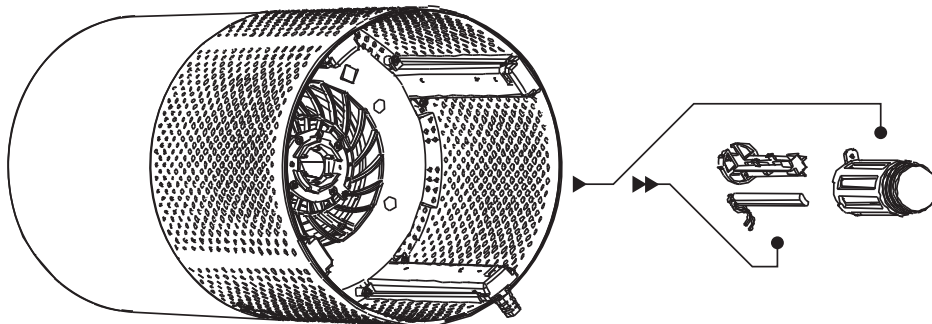

рис. 3
2. Встроенный фильтр (7) можно периодически очищать от пыли влажной салфеткой, особенно со стороны фильтра предварительной очистки (снаружи). Вы также можете аккуратно пропылесосить фильтр на небольшой мощности всасывания, используя щетку с мягкой щетиной. Не погружайте фильтр в воду и не разбирайте его. Если очиститель сигнализирует о необходимости замены фильтра свечением индикатора, замените фильтр на новый (см. : ОПИСАНИЕ СБОРКИ И РАЗБОРКИ ФИЛЬТРА). В нормальных условиях очиститель будет сигнализировать о необходимости замены фильтра каждые 6 месяцев, однако при высокой интенсивности работы устройства это время может сократиться. Заменяйте фильтр каждые 6 месяцев, даже если прибор не указывает на необходимость его замены.
3. При замене фильтра емкость фильтра (8) очистите влажной салфеткой.
- снимите с устройства фильтр (7)
- положите устройство на бок (рис. 3)
- открутите винт крепления корпуса УФ-лампы (9)
- установите в очистителе фильтр (7)